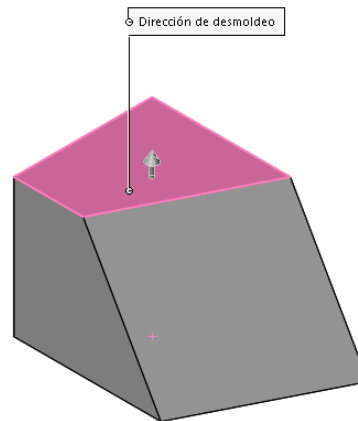
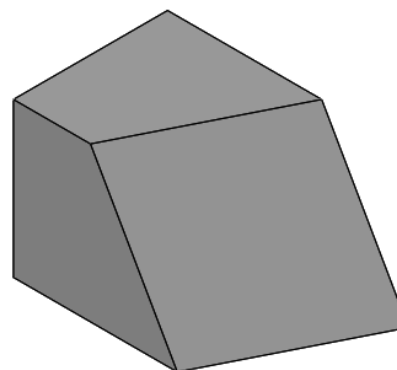

Ilustración 143
Ilustración 144
Paso 2: Se da clic en la Operación **Angulo de salida** ubicada en la barra de operaciones, a continuación aparece el menú de operación en donde se debe elegir el ángulo y las caras que se quieren utilizar (ver ilustración 142), esto genera un bosquejo (ver ilustración 143), al finalizar la operación se obtiene la figura deseada (ver ilustración 144)